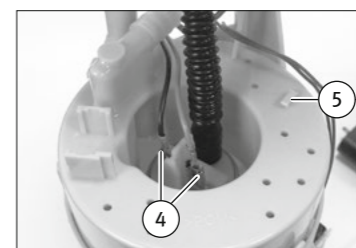

Abb. 2/ Fig. 2/Puc. 2/图2
- Disconnect the electrical contacts (4) on the fuel pump (Fig. 2 and 3).
- The electrical cables, e.g. for the sender unit, can be removed from the guides (5) if necessary.
- Carefully cut open the fuel line (1) which leads away from the thrust side of the fuel pump. Depending on the version, this is performed either at the hose connection on the flange cover (7), or at the hose connection on the reservoir (6). Do not damage the hose connection.
- Loosen the latches (2) and pull the upper and lower sections of the reservoir (3) apart. Store the sealing ring (8).
- The fuel pump sits in a two-part support (9) in the lower section of the reservoir. Pull the support out of the lower section.
- Remove the coarse filter (12) from the fuel pump.
- Loosen the latches (11) and pull the fuel pump downwards out of the support (9).
- Débrancher les contacts électriques (4) de la pompe à carburant (Fig. 2 et 3).
- Si nécessaire, les câbles électriques, par ex. vers l'indicateur de niveau, peuvent être sortis de leurs guides (5).
- Découper avec précaution la conduite de carburant (1) partant du côté pression de la pompe à carburant. Selon le modèle, la découpe est réalisée soit au niveau de la tubulure du couvercle à bride (7), soit au niveau de la tubulure du réservoir (6). Ne pas endommager la tubulure.
- Ouvrir les fixations (2) et séparer les parties supérieure et inférieure du réservoir (3). Conserver la bague d'étanchéité (8).
- La pompe à carburant est logée dans un support en deux parties (9), dans la partie inférieure du réservoir. Tirer le support hors de la partie inférieure.
- Retirer le filtre grossier (12) de la pompe à carburant.
- Ouvrir les fixations (11) et tirer la pompe à carburant hors du support (9), vers le bas.
- Снять с топливного насоса электрические контакты (4) (рис. 2 и 3).
- При необходимости можно извлечь из направляющих (5) электрические провода, например, для датчика давления в топливном баке.
- Осторожно разрезать топливопровод (1), отходящий от стороны нагнетания топливного насоса. В зависимости от исполнения это выполняется либо на шланговом патрубке крышки с фланцем (7), либо на шланговом патрубке запасного резервуара (6). Не повредить шланговый патрубок.
- Ослабить фиксаторы (2) и разъединить верхнюю и нижнюю части запасного резервуара (3). Сохранить уплотнительное кольцо (8).
- Топливный насос находится в составе из двух частей держателя (9), расположенном в нижней части запасного резервуара. Извлечь держатель из нижней части.
- Снять с топливного насоса фильтр грубой очистки (12).
- Ослабить фиксаторы (11) и вынуть топливный насос из держателя (9) по направлению вниз.